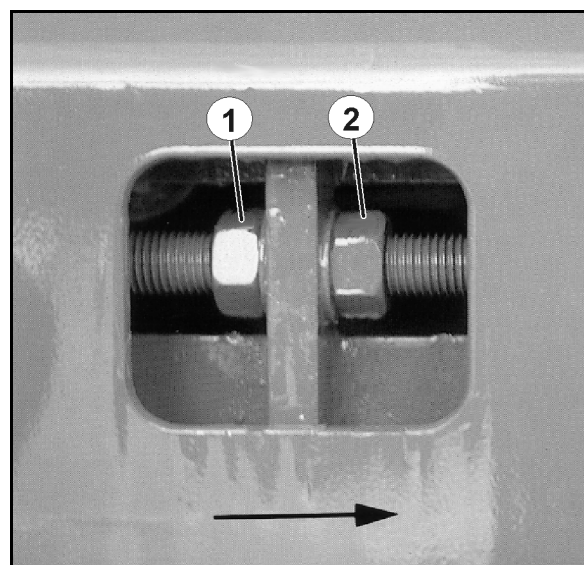

Fig. 110
1. privit în direcția de mers (a se vedea săgeata), desfaceți pe ambele părți contrapiulițele din spate (Fig. 110/1), prin rotire spre stânga.
2. privit în direcția de mers (a se vedea săgeata), rotiți uniform, pe ambele părți, piulițele hexagonale (Fig. 110/2) în mod uniform.
Cursa de corecție a piuliței (Fig. 110/2) trebuie să fie la fel de mare pe ambele laturi ale bazei benzii. Nu rotiți cele două piulițe hexagonale (Fig. 110/2) cu mai mult de ½ rotație de cheie. Strângeți ferm contrapiulițele și verificați dacă banda de transport este din nou antrenată uniform.